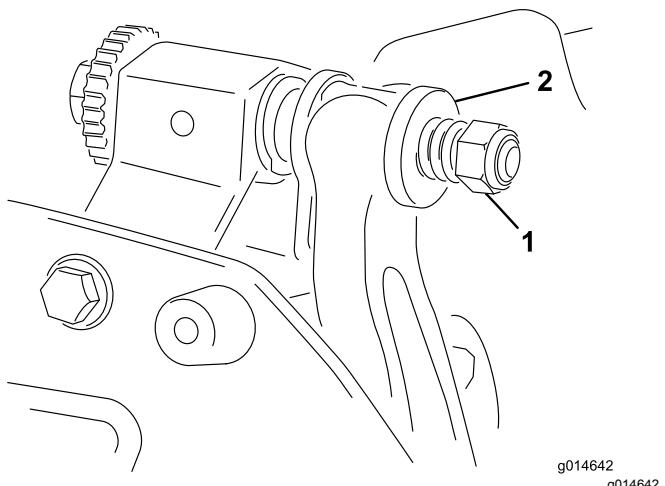

Figura 27
- Apriete la tuerca de tensado del muelle hasta que el muelle esté comprimido, luego aflojela  $\frac{1}{2}$  vuelta (Figura 27).